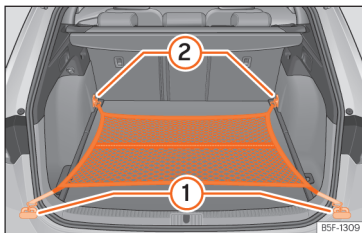

Рис. 195 Багажна сітка паралельно підлозі
- Зачепіть гачки сітки за вушка >>> **рис. 195 ①** і **②** >>> **Δ**. Блискавка відділення багажної сітки повинна бути звернена вгору.